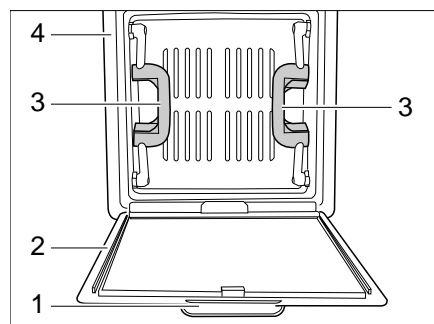

Bild 63 Dachhaube mit Schnappverschluss (Variante 2)
Öffnen: ■ Den Insektenschutz (Bild 63,2) am Griff (Bild 63,1) nach unten ziehen. Der Insektenschutz klappt nach unten.
■ Die Dachhaube an beiden Griffen (Bild 63,3) nach oben drücken.
■ Den Insektenschutz nach oben klappen und am Rahmen (Bild 63,4) einrasten.
Schließen: ■ Den Insektenschutz (Bild 63,2) am Griff (Bild 63,1) nach unten ziehen. Der Insektenschutz klappt nach unten.
■ Die Dachhaube an beiden Griffen (Bild 63,3) kräftig nach unten ziehen.